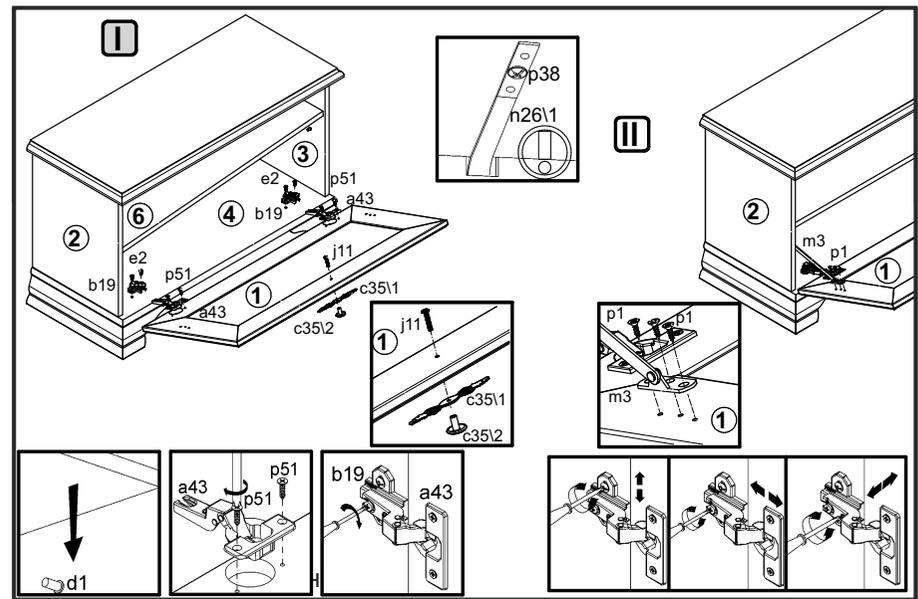

Рисунок 5
3. В отверстия  $\varnothing 5$  мм на верхней поверхности щита нижнего **4** прикрутить еврошурупами **e2** ответные планки петель **b19** (см. рис. 5).
14. Положить дверь **1** фасадной поверхностью вниз на ровную поверхность и закрепить на ней петли шарнирные **a43** шурупами **p51** (см. рис.5).
15. Навесить дверь **1** на корпус тумбы, совместив петли шарнирные **a43** с ответными планками петель **b19**. При необходимости отрегулировать положение дверей, вращая регулировочные винты (см. рис.5).
16. В отверстия  $\varnothing 3$  мм (кернения) на внутренней поверхности двери **1** закрепить кронштейны бара **m3** шурупами **p1** (см. рис.5).
17. В отверстие  $\varnothing 5$  мм на внутренней поверхности двери **1** вставить винт **j29**, снаружи совместить отверстия элементов ручки **c35/1, c35/2** с резьбой винта и завернуть винт, удерживая ручку (см. рис. 5).
18. Установить полку переставную **6** на полкодержатели **d1** (рис. 5).